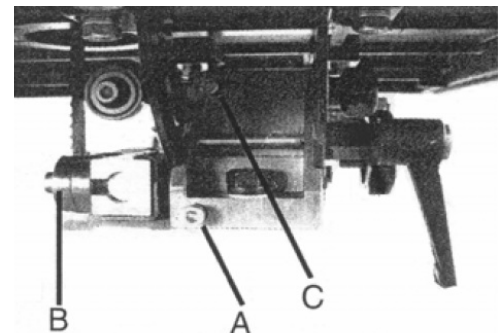

Fig. 15 : Guide de la lame
1. Commencez par desserrer la vis (fig. 15, A) et poussez les galets jusqu'à environ 1,5 mm des dents de la lame de scie.
2. Resserrez la vis (fig. 15, A).
3. Desserrez les vis (fig. 15, B) et réglez les galets de guidage de manière à obtenir un espace d'environ 0,5-0,7 mm entre les galets et la lame de scie. Si l'écart est trop petit, les lames s'useront plus rapidement !
4. Resserrez les vis (fig. 15, B).
5. Desserrez la vis (fig. 15, C) et poussez le galet de guidage arrière contre la lame de scie.
6. Resserrez la vis (fig. 15, C).